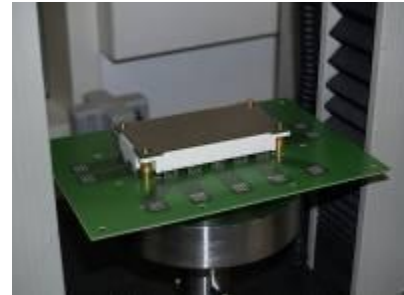

Bild 9: Leiterkarte mit Modul
3. Das Modul entsprechend des Lochbildes der Leiterkarte positionieren (siehe Bild 9)